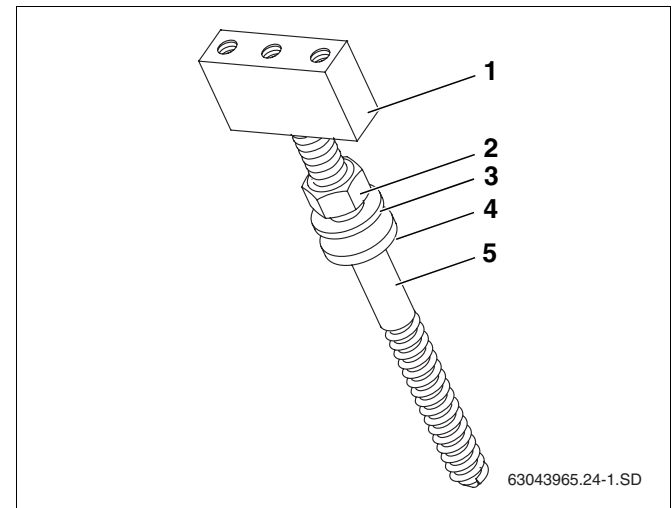

fig. 23 Sequência da instalação das varas roscadas
- ▶ Ao instalar as varas roscadas, ter atenção à sequência das peças individuais (fig. 23).
- ▶ Rodar o bloco de apoio (fig. 23, **item 1**) até ao batente na vara roscada (fig. 23, **item 5**).